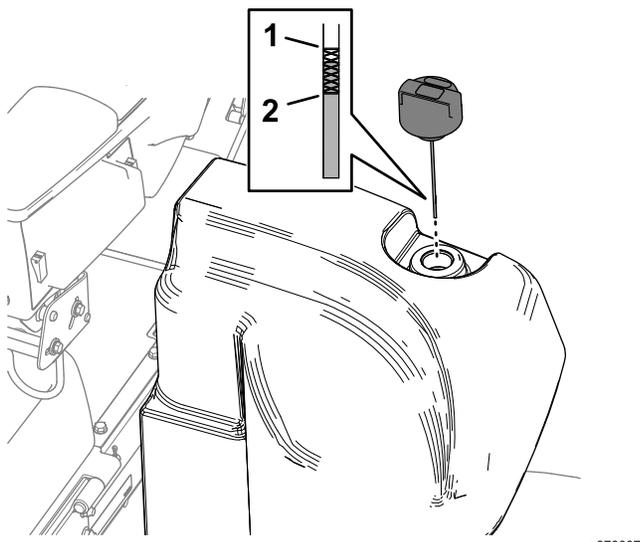

Рисунок 112
2. Очистите зону вокруг заливной горловины и крышки гидравлического бака (Рисунок 112).